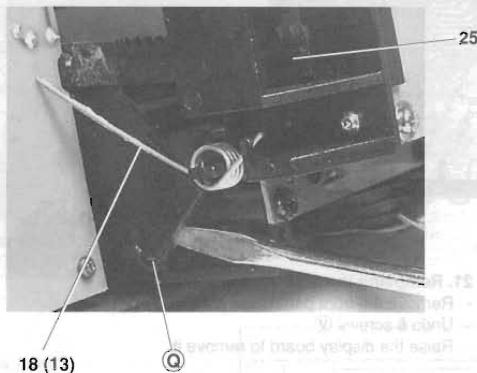

Fig. 19
- Cassettentürrührungen **Q** (Fig. 19) aushängen und die Tür vorsichtig nach vorne herausnehmen.
- Detach the guides of the cassette compartment lid **Q** (Fig. 19) and take it out carefully towards the front.